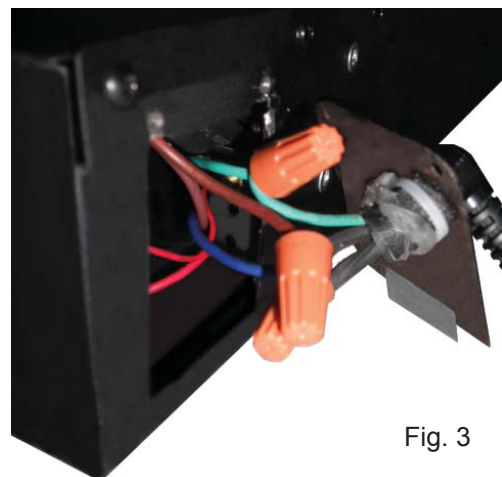

Fig. 3
- B. Enlevez les marrettes et le serre-câble du cordon d'alimentation. Vous pouvez jeter le cordon d'alimentation, illustré en Figure 3.
- D. À l'aide de marrettes, branchez ensemble les fils neutres, puis les fils chargés et, enfin, les fils de mise à la terre, voir Figure 3.